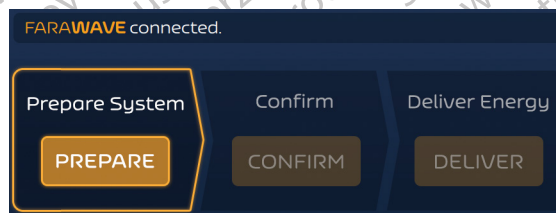
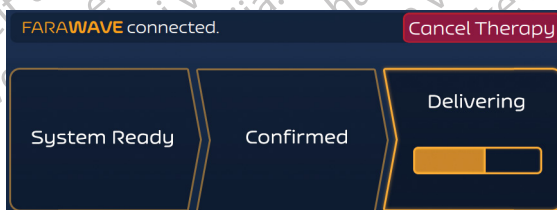

Figura 6. Pantalla de terapia – Modo asíncrono – Estado inactivo
Figura 11. Pantalla de terapia – Modo asíncrono – Administración en curso
6. Después de seleccionar y conectar un catéter, en la pantalla de terapia ahora se verá la selección (consulte la Figura 6 para ver un ejemplo). El modo asíncrono es el modo de suministro de energía predeterminado del Generador PFA FARASTAR.
- Pulse el botón DELIVER para iniciar la administración de energía. La administración de energía se puede cancelar pulsando el botón Cancel Therapy (Cancelar terapia) en cualquier momento (consulte la Figura 11). Esto devolverá el Generador PFA FARASTAR al estado inactivo (consulte la Figura 6).
9. Para realizar administraciones adicionales, pulse CONFIRM y luego DELIVER. La administración de energía se puede cancelar pulsando el botón Cancel Therapy en cualquier momento. Esto hará que el Generador PFA FARASTAR vuelva al estado inactivo, como se muestra en la Figura 6.